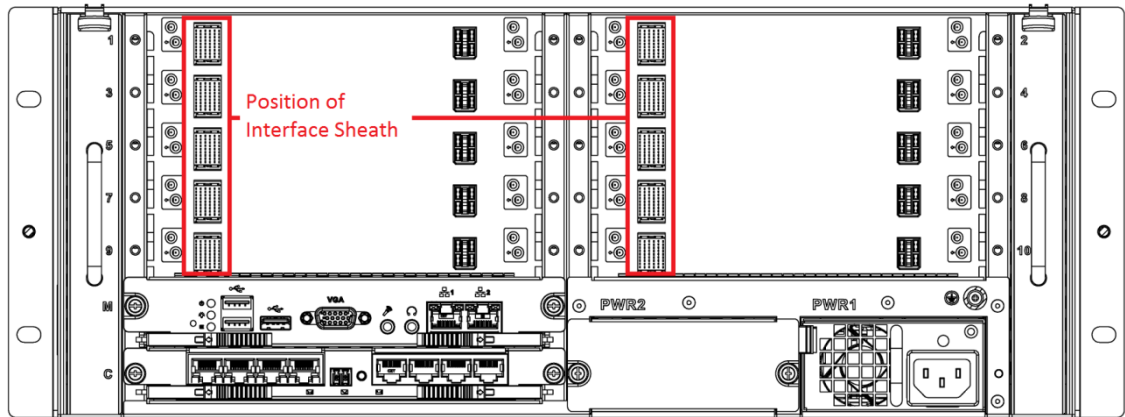

Figura 1-5
Paso 1 Retire la cubierta de la interfaz en el panel posterior de la caja, como se muestra en la Figura 1-5.